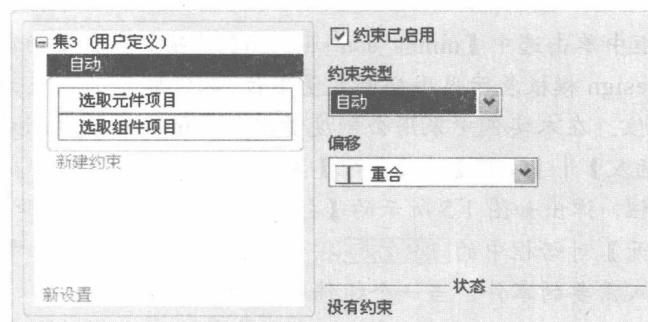
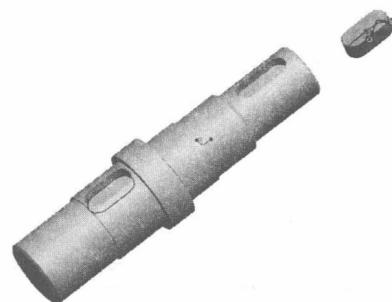
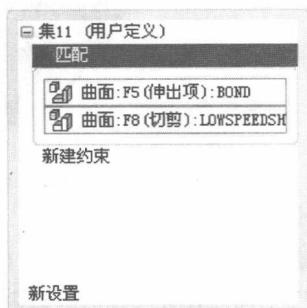

图 1.7 【放置】上滑面板
图 1.9 点选约束参照后的提示
图 1.10 设置约束后的【放置】上滑面板
**STEP 06** 单击【放置】按钮，弹出如图 1.7 所示的【放置】上滑面板，【放置】上滑面板的状态项中显示所有约束。单击【放置】上滑面板中的【约束类型】下拉列表框，在下拉列表中单击选择【缺省】，将该零件设置为装配基础。此时，【放置】上滑面板中的状态项中显示完全约束，说明该零件已经处于完全约束状态。再次单击【放置】按钮，关闭【放置】上滑面板。单击按钮，确认将零件插入。
**STEP 08** 单击【放置】按钮，弹出如图 1.7 所示的【放置】上滑面板。单击【放置】上滑面板中的【约束类型】下拉列表框，在下拉列表中单击选择【匹配】。依次单击选中键的底面和键槽地面，此时两底面出现标注提示，如图 1.9 所示。此时【放置】上滑面板如图 1.10 所示。
**STEP 02** 单击 放置按钮，弹出如图 1.7 所示的【放置】上滑面板。单击【放置】上滑面板中的【约束类型】下拉列表框，在下拉列表中单击选择【对齐】。依次单击选中阶梯轴的基准轴和齿轮中心轴孔的中心轴线，此时两轴线出现标注提示，如图 1.16 所示。